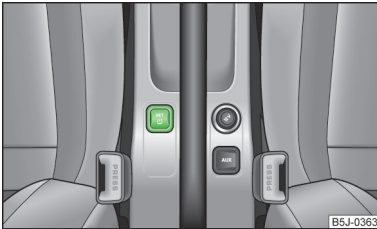

Abb. 140
- Die Symboltaste **SET** **!** » Abb. 140 für länger als 2 Sekunden drücken. Während des Drückens der Taste leuchtet die Kontrollleuchte **!** auf. Gleichzeitig wird der Systemspeicher gelöscht und die neue Kalibrierung wird gestartet, was mit einem akustischen Signal und anschließendem Erlöschen der Kontrollleuchte **!** bestätigt wird.